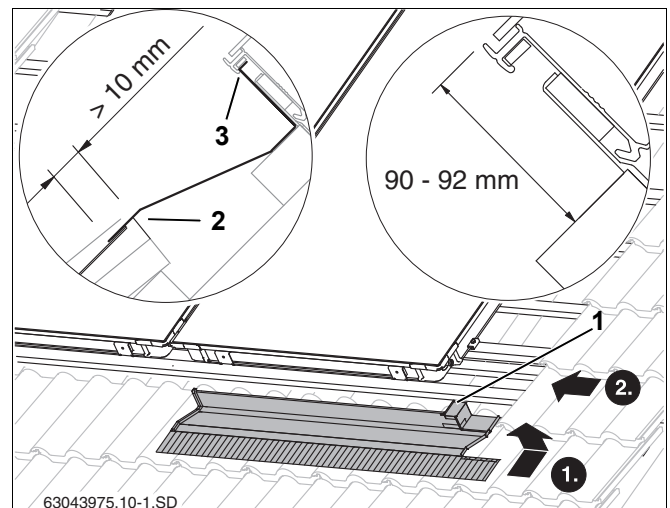
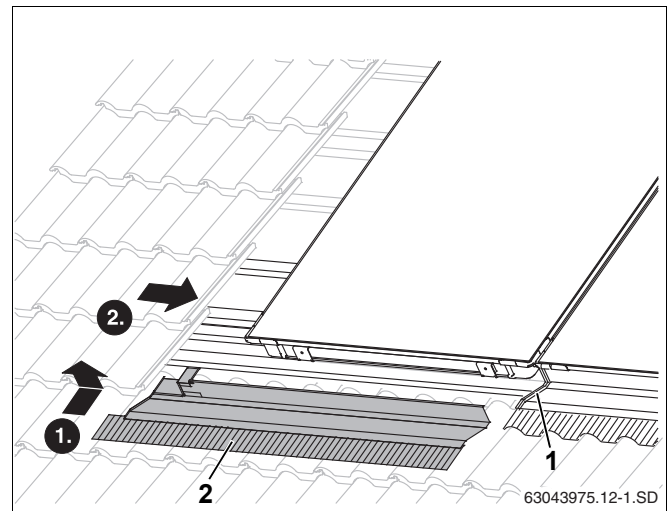

Рис. 44 Правый нижний накладной лист
Рис. 47 Укладка левого нижнего накладного листа
- ▶ Правый накладной лист вставьте верхней кромкой в паз коллектора (рис. 44, **поз. 3**).
- ▶ Придвиньте накладной лист к коллектору так, чтобы и правая короткая кромка (рис. 44, **поз. 1**) входила сверху в паз коллектора.
Накладной лист нужно уложить на черепицу так, чтоб он перекрывал черепицу минимум на 10 мм (рис. 44, **поз. 2**).
- ▶ Уложите левый накладной лист (рис. 47, **поз. 2**) на предыдущий и смонтируйте как правый. (рис. 44)
Защитную пленку можно снять с накладного листа (рис. 47, **поз. 1**) только после того, как будут закреплены все листы.